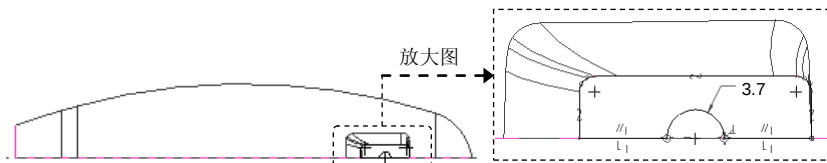

图 6.7.46 截面草图
(2) 在操控板中单击 **参照** 按钮，在系统弹出的界面中单击 **定义...** 按钮；设置草绘平面为 DTM3，草绘平面的参照为 RIGHT 基准平面，方向为 **右**；利用“使用边”命令，绘制图 6.7.46 所示的截面草图。